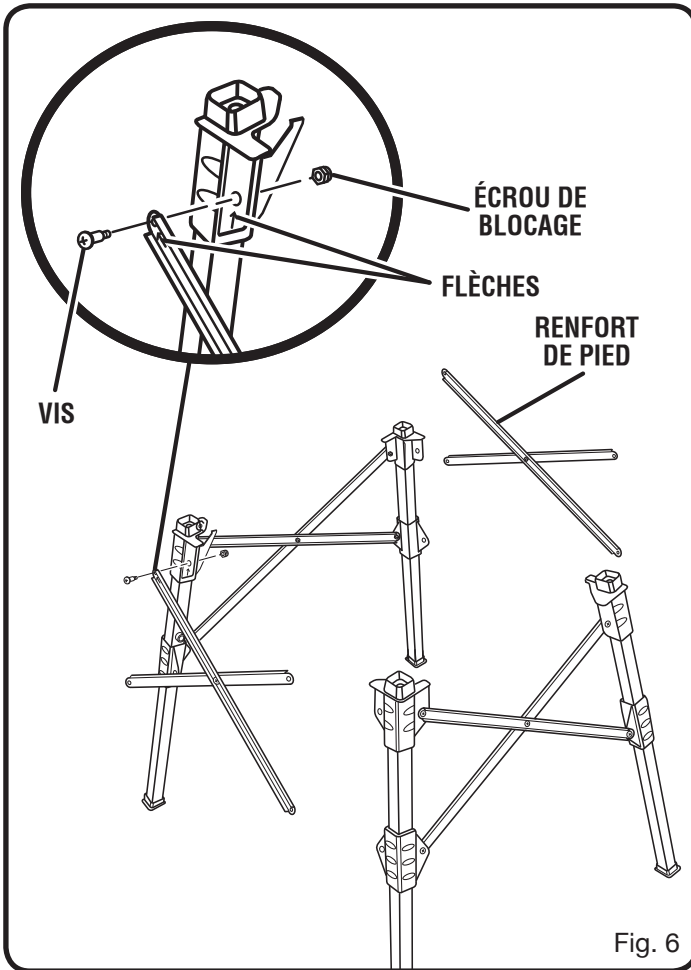

Fig. 6
Voir les figures 6 et 7.
- Egaler des flèches sur la première fin de renfort de pied avec les flèches dessus de la renfort de pied de position selon la figure 6.